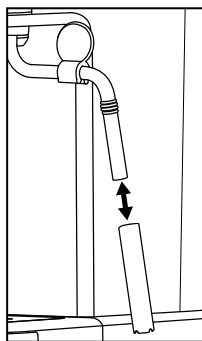

Bild 3
- 5) Dra av mjölkskummarens **10** hölje (bild 3) och rengör det noga i varmt vatten.
- 7) Sätt tillbaka höljet över mjölkskummarens **10** munstycke igen (bild 3).